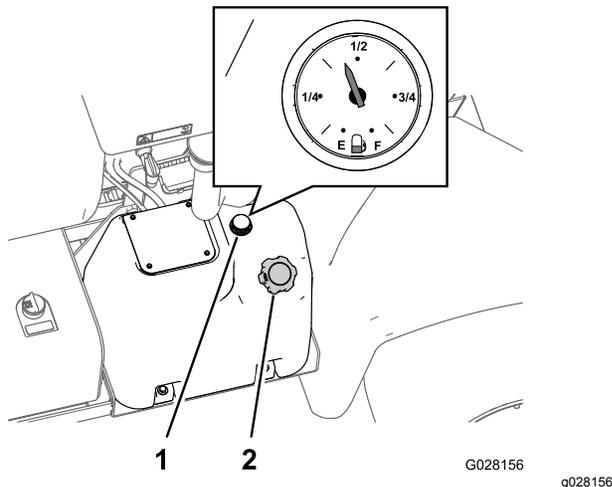

Figura 23
3. Limpe a zona em torno do tampão do depósito de combustível (Figura 23).